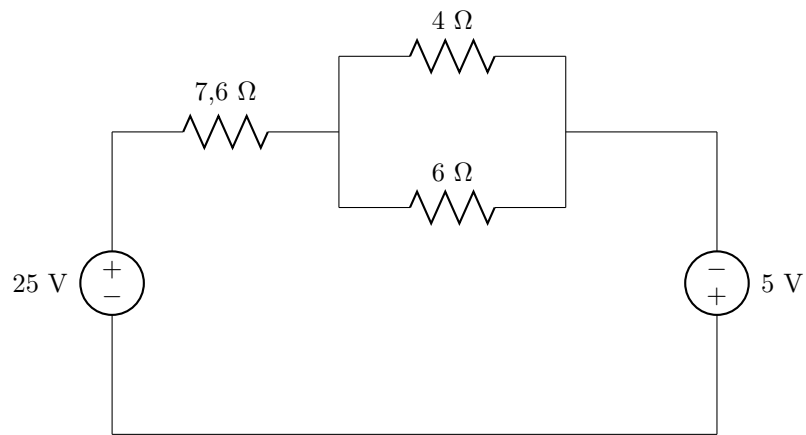

Figura 2.18: Circuito del problema 18.
18. Calcula la potencia absorbida por las resistencias y la potencia que entregan las fuentes en el circuito de la figura 2.18.